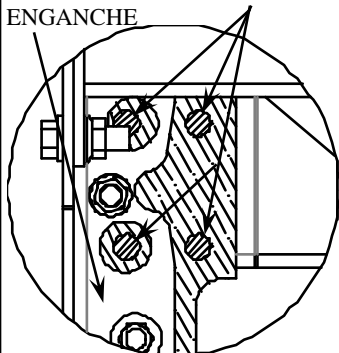

FIGURA 3
1. LEVANTE EL SOPORTE LATERAL A SU POSICIÓN Y ALINEE EL ORIFICIO EXISTENTE EN EL BASTIDOR CON EL ORIFICIO DE UNIÓN DELANTERO. ALINEE LOS ORIFICIOS DE DESPEJE DEL REMACHE CON LOS REMACHES MÁS EXTERIORES. SUJETE AL LARGUERO DEL BASTIDOR. (VER FIGURA 3)